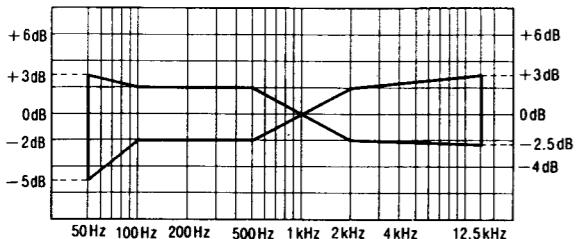

Fig. 8
- Faire jouer le signal enregistré à l'étape 3 et vérifier que le niveau de chaque fréquence de sortie soit en deçà de la plage montrée à la Fig. 8 en comparaison avec la fréquence de référence (1kHz).